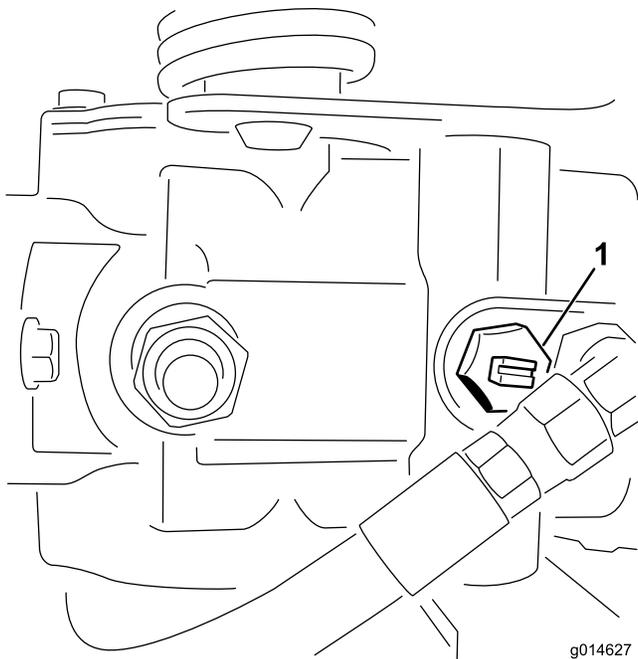

Рисунок 41
1. Найдите на помпе перепускной клапан и поверните его так, чтобы паз был вертикален (Рисунок 41).
2. Перед запуском двигателя закройте перепускной клапан, повернув его так, чтобы паз был горизонтален (Рисунок 41). Не запускайте двигатель, когда клапан открыт.